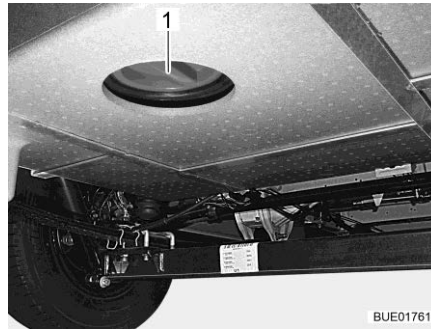

Bild 282 Reinigungsoffnung (Abwassertank)
- Reinigungsoffnung (Bild 282,1) am Abwassertank und den Ablasshahn öffnen.